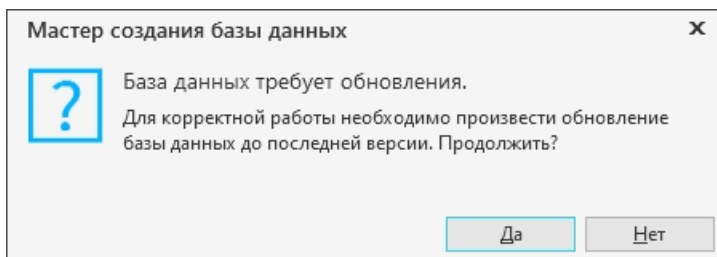

Рис. 3.17
- ◆ Если была выбрана существующая база данных актуальной версии, откроется окно с соответствующей информацией (рис. 3.17, а). Нажмите кнопку **ОК**.
- ◆ Если была выбрана база предыдущей версии (для Хранилища профилей или системы Нормирование материалов), откроется окно с предложением обновления базы до актуальной версии (рис. 3.17, б). Нажмите кнопку **Да**.